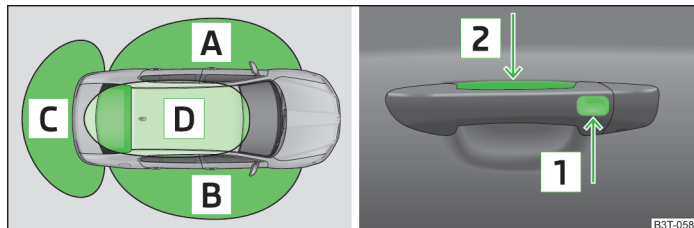

Fig. 14 KESSY: designación de las zonas / sensores en la empuñadura de la puerta delantera
El sistema KESSY (Keyless Entry Start Exit System) permite un desbloqueo o bloqueo del vehículo sin el uso activo de la llave. La llave debe encontrarse en una de las zonas **A**, **B** o **C** » fig. 14 (hasta unos 1,5 m del vehículo).
- Sujetar el tirador de la puerta delantera o cubrir con toda la superficie de la mano el sensor **2** » fig. 14 » **I**.
- Tocar el sensor **1** » fig. 14 con los dedos.
Si al desbloquear se cubre el sensor **2** y simultáneamente el sensor **1** » fig. 14, el vehículo no se desbloquea.
El sistema KESSY puede encontrar la llave válida, incluso si ha sido olvidada, p. ej., en la parte delantera del techo del vehículo **D** » fig. 14. Por eso, es necesario saber en todo momento dónde se encuentra la llave.